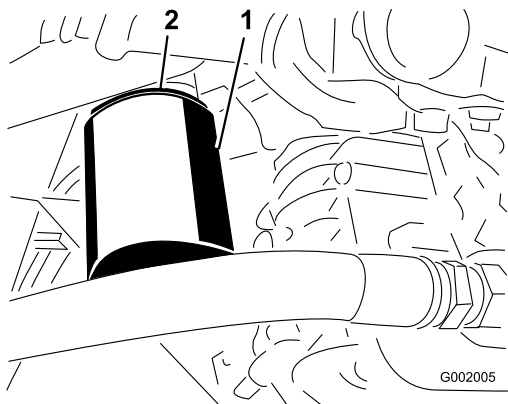

Figura 70
4. Togliete il filtro (Figura 70).